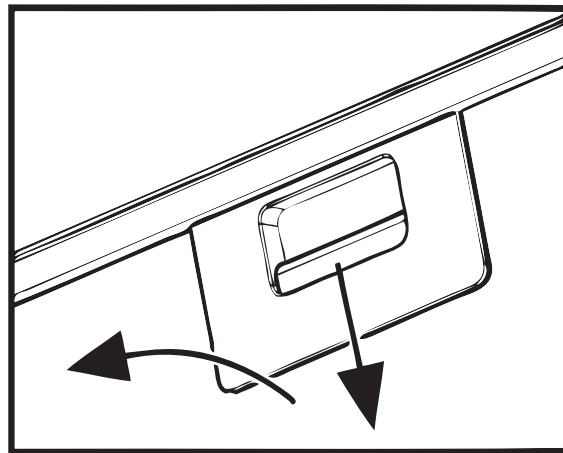

Рис.7
8.7 Для снятия алюминиевого фильтра (**рис.7**) необходимо нажать на пружинную задвижку и, потянув на себя и вниз, снять фильтр с панели. Установку фильтра выполнить в обратном порядке.